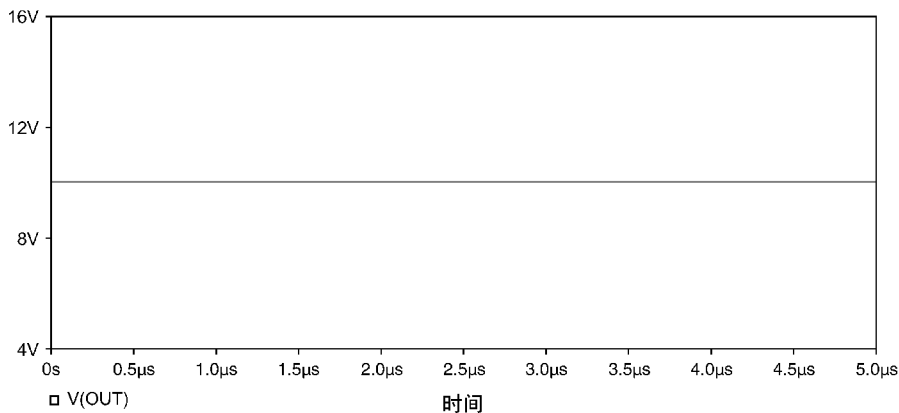

图 12.4 稳态时电容两端电压波形
5. 仿真结果如图 12.4 所示，为一条平滑直线。这是因为电路进行瞬态仿真分析之前，首先进行了直流工作点分析。进行工作点分析时电容电压值为 10V，已达到稳态值。所以当时间 $t=0\text{s}$ 时，电容两端电压如图 12.4 所示，为 10V。